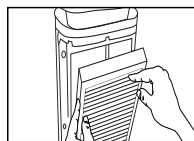

Fig. 7
3. Quitar los filtros HEPA de la unidad principal. (Fig. 7)